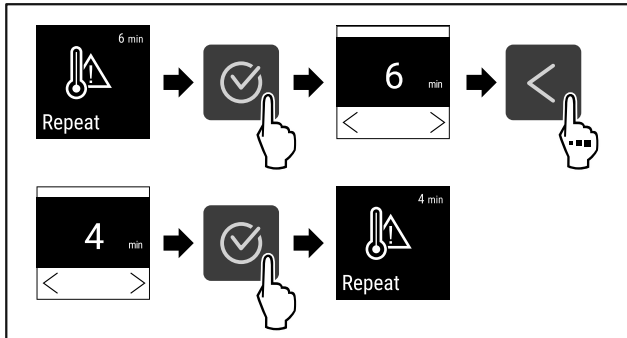

Fig. 100
- ▶ Obavite korake postupka (pogledajte Fig. 100) .